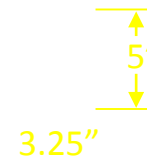

Figura 3
- Recortar la fascia:** Revisar los sensores, cables, etc. en el interior de la fascia antes de recortarla. Localizar el centro de la fascia y recortar la fascia del vehículo según la **Figura 3**. * Las dimensiones son aproximadas.
6. Recortar la fascia: Revisar los sensores, cables, etc. en el interior de la fascia antes de recortarla. Localizar el centro de la fascia y recortar la fascia del vehículo según la **Figura 3**. * Las dimensiones son aproximadas.